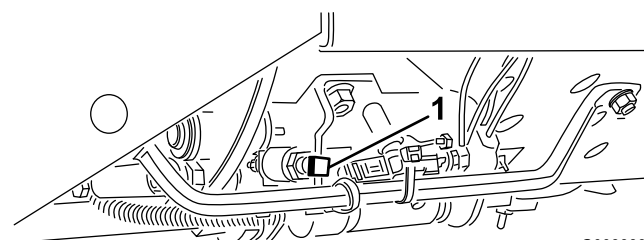

Figura 31
**Importante:** La velocidad de siega se ajusta en fábrica a 9,7 km/h. Puede aumentarse o reducirse ajustando el tornillo de tope de velocidad (Figura 31).